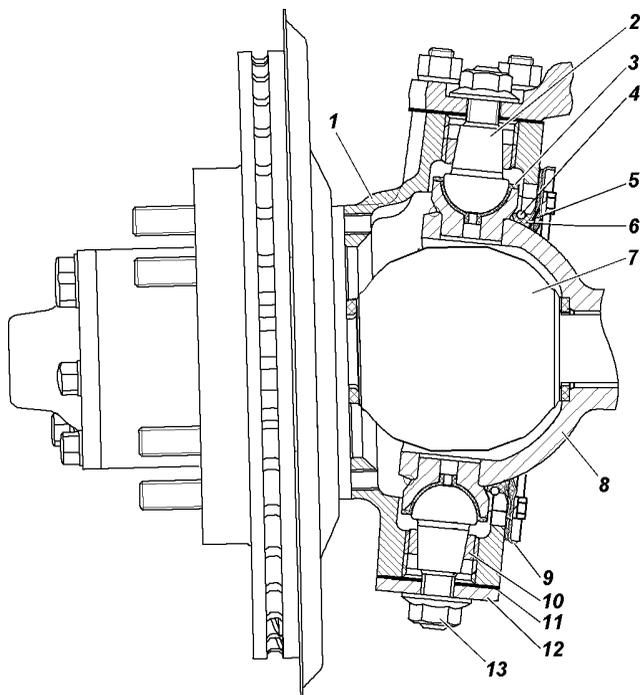

Рис. 9.27. Поворотный кулак и ступица:
**Регулировка затяжки шкворней 2 (рис. 9.27) поворотного кулака** на заводе производится с предварительным натягом вдоль общей оси шкворней.